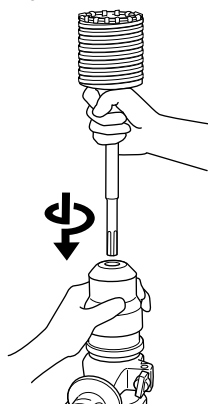

Fig. 25
- (2) Monter la queue de couronne sur le marteau rotatif à percussion. (Fig. 25)